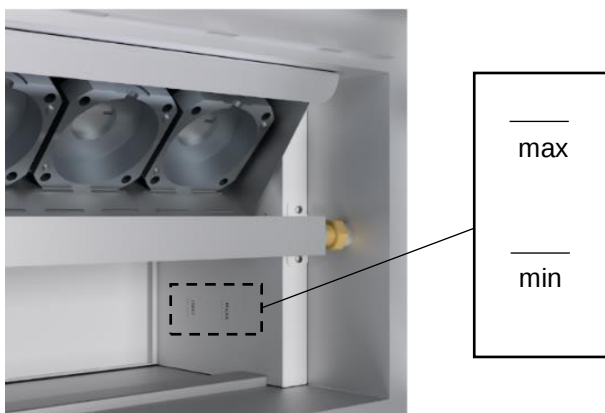

Рис. 4 Границы уровня воды
- Контролируйте уровень воды min и max в емкости. **Рис. 4**